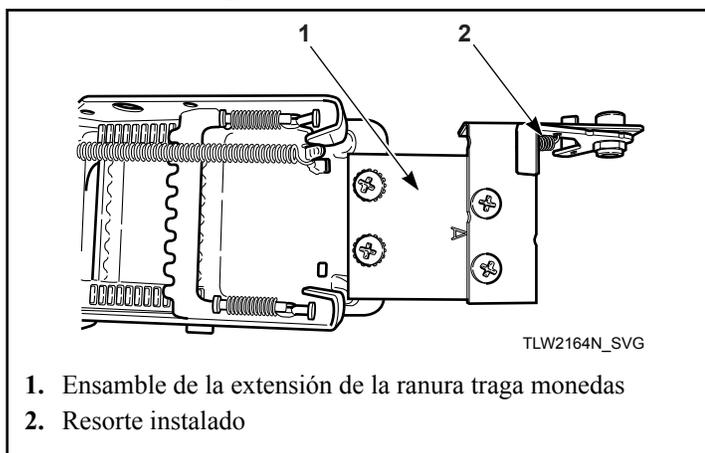

Figura 38
6. Instale el ensamblaje de la extensión de la ranura traga monedas sobre la ranura traga monedas utilizando los dos tornillos y arandelas de seguridad restantes. Ubique la arandela de seguridad debajo de la cabeza del tornillo, por sobre el soporte "A". Consulte *Figura 38*.
3. Instale la extensión sobre la ranura traga monedas utilizando dos tornillos. Consulte *Figura 38*.